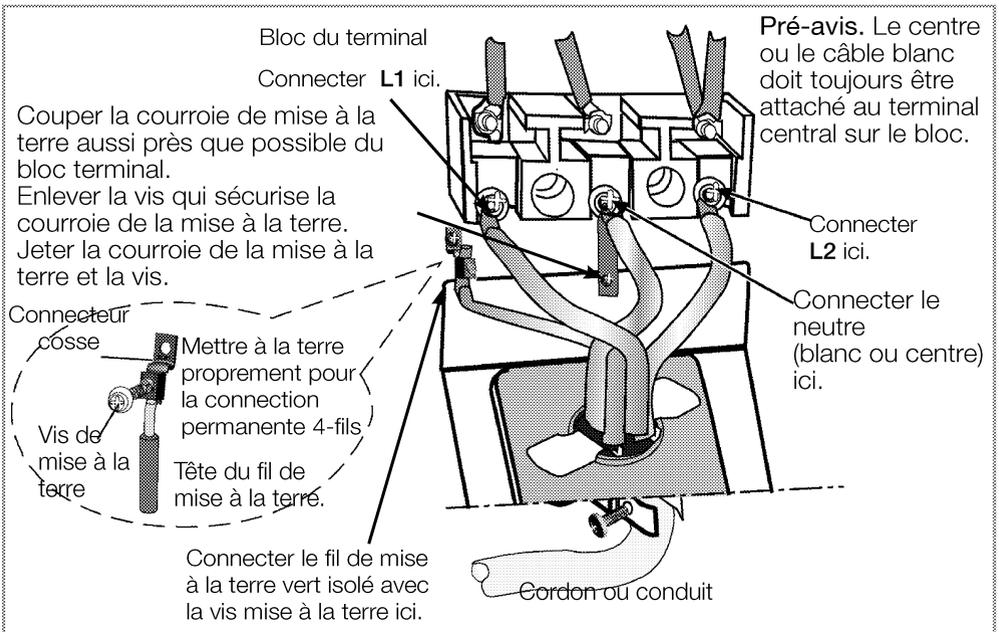

Fig. 9- 4 fil
- c- Connecter le terminal neutre ou conduire le circuit de dérivation neutre de la manière habituelle (lorsque l'appareil doit être connecté en utilisant un ensemble de cordons, utiliser un cordon à 4-conducteurs ou un conduit dans ce but). Voir la Fig. 9
- 4- Voir la Figure 8 pour la connection de courant à 3 fils et la Figure 9 pour la connection à 4 fils.
i IMPORTANT: Le fils neutre du circuit d'alimentation doit être connecté au bloc terminal neutre localisé au centre du bloc terminal. Les fils d'alimentation doivent être connectés en bas à droite et à gauche des bornes du bloc terminal. Le fil de mise à la terre doit être connecté au tenon de cuivre de mise à la terre tel que montré dans la figure 9 ci-dessus.